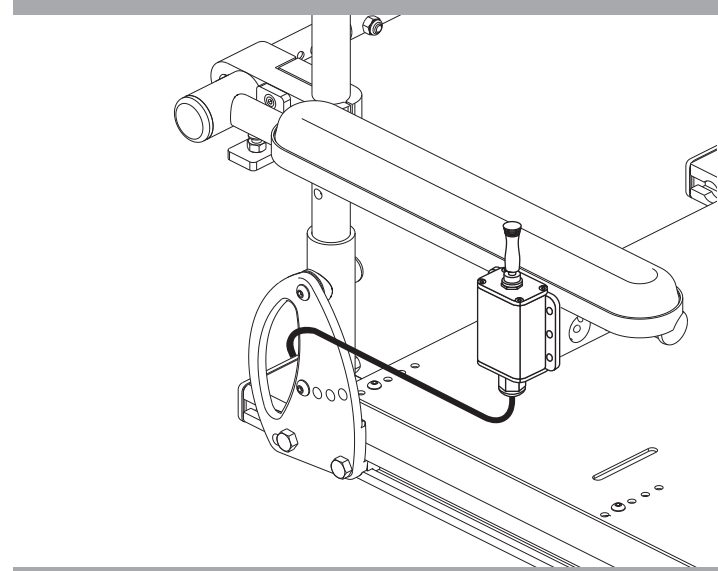

Figure 19. Bouton du siège électrique
1. Pesez sur l'avant du commutateur pour faire monter le siège. **Voir la figure 19.**